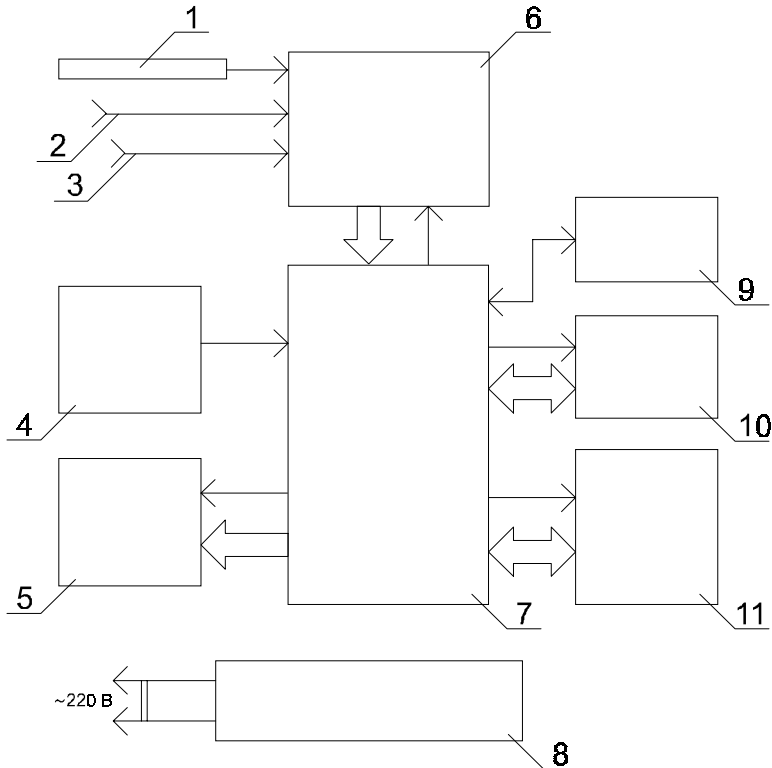

Рис.6. Прибор МУЛЬТИТЕСТ ИПЛ-112. Схема функциональная.
3.2.2. Функциональная схема прибора приведена на рис.6.